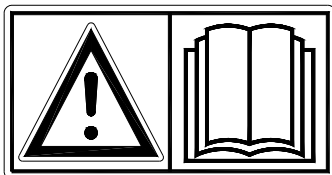

Fig. 1
**Ler e perceber** (Fig. 1) o manual antes de começar a utilizar a Verti-Cut.